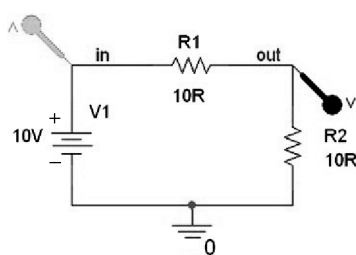
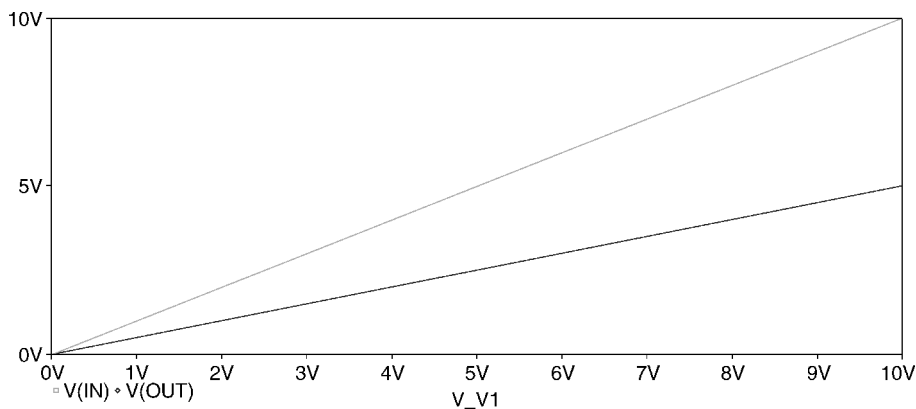

图 3.15 在节点处放置电压探针
图 3.16 对电阻电路的输入电源 V_{in} 进行直流扫描分析时电路的输出电压特性
3. 如图 3.15 所示，在网络节点 in 和节点 out 处放置电压探针。
5. 运行 PSpice 仿真，在 Probe 图形显示窗口中将输出 V (in) 和 V (out) 两条曲线的波形。从图 3.16 可以看出，波形颜色与图 3.15 中探针的颜色一致。本电路为分压电路，输出电压值为输入电压值的一半。